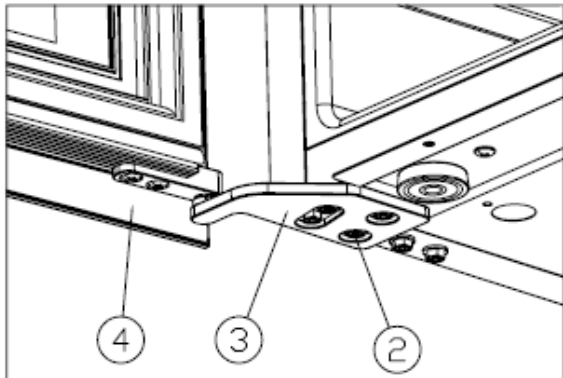

Figure 5
- ✧ Installez la charnière supérieure droite ③, et serrez les vis M5*16②[Figure 5]